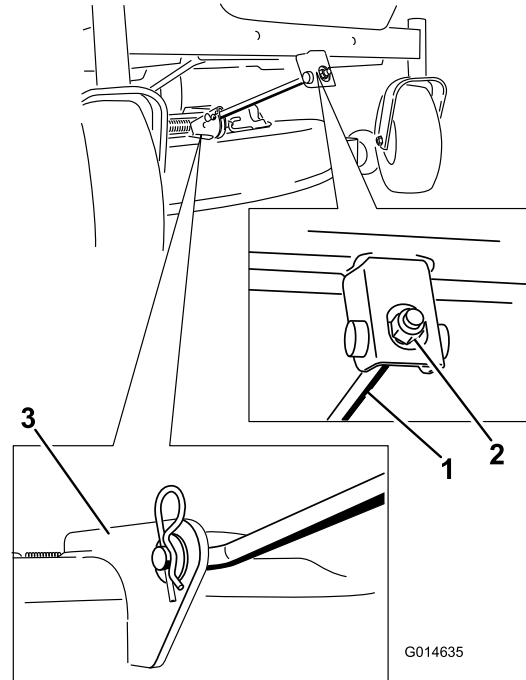

Figura 65
- Retire la chaveta de la varilla de soporte delantera y retire la varilla del soporte de la carcasa (Figura 65).
6. Conecte la varilla de soporte delantera a la carcasa de corde con el pasador y la chaveta (Figura 65).